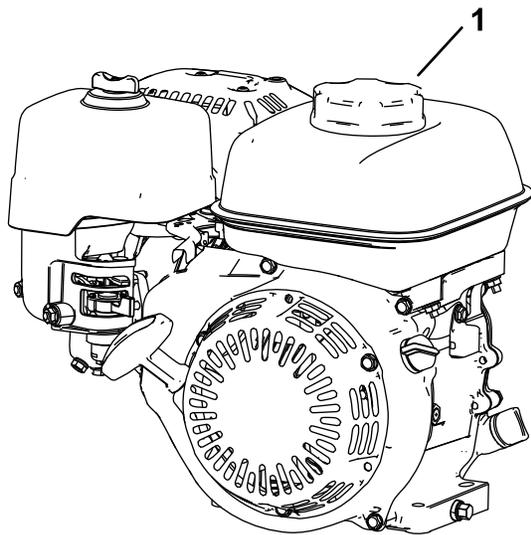

Figure 16
1. Nettoyez la surface autour du bouchon du réservoir de carburant et enlevez le bouchon (Figure 16). Remplissez le réservoir de carburant jusqu'à la base de l'ouverture du goulot ; voir le *Manuel de l'utilisateur* du moteur.